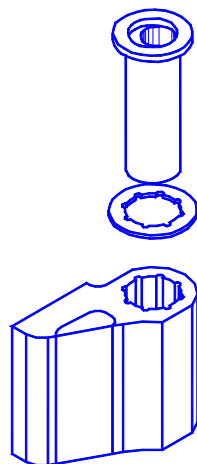

Рис.5.
4. Регулировку положения створки по высоте производить следующим образом (рис. 5):